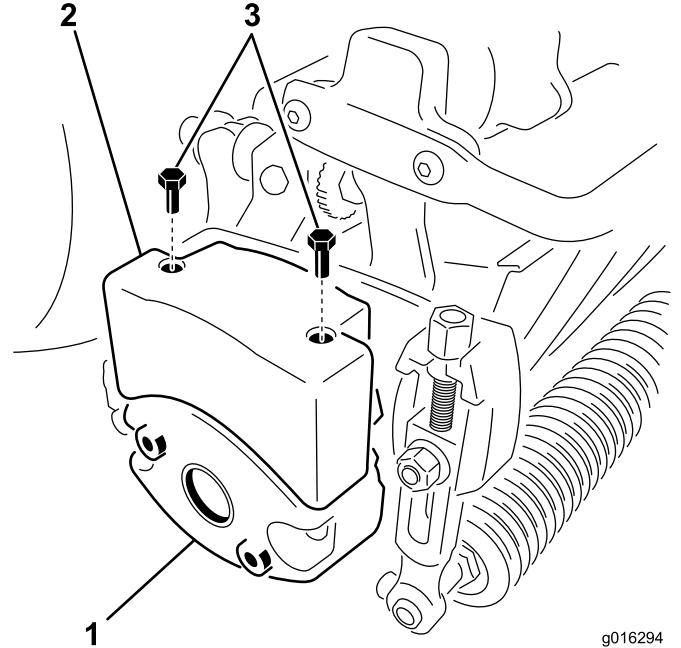

图11
4. 拆下滚刀组一侧用于固定配重块的 2 个螺栓（图11）。
6. 使用 2 个六角头螺丝，将上配重块安装到滚刀组配重块上（图11）。